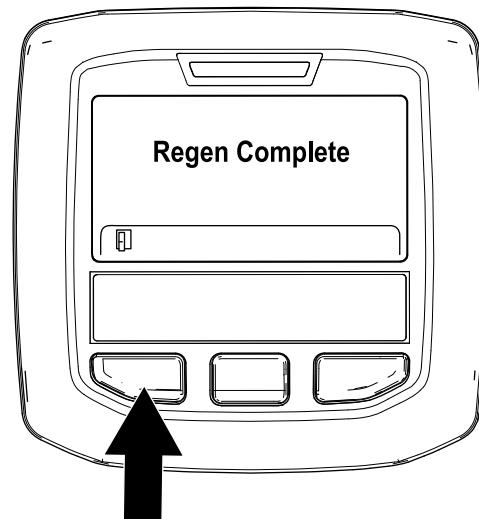

Figura 57
9. La rigenerazione parcheggiata è completa quando nell'InfoCenter appare il messaggio "Regen Complete" (Rigen. completa). Premete il pulsante sinistro per uscire e tornare alla schermata Home (Figura 57).